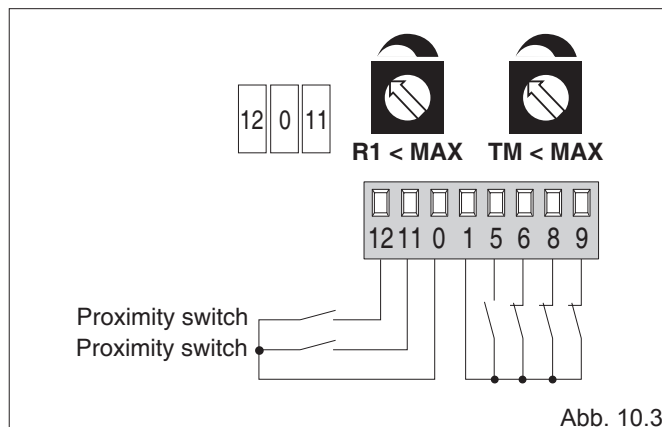

Abb. 10.3
**- (Abb. 10.3) Der Flügel soll über Kraftabschaltung an den mechanischen Anschlägen anhalten und bei Hinderniserkennung reversieren.**